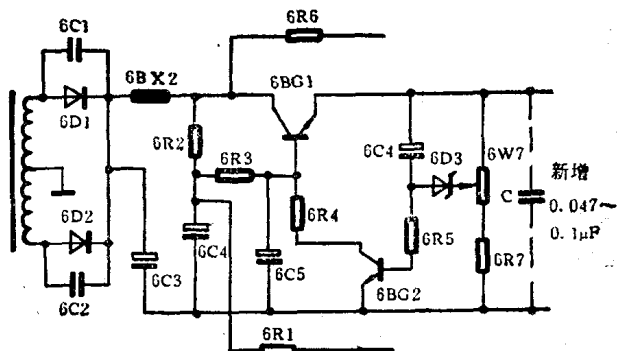

图 1-8
2. 检查稳压电源电路。对原机电源电路中各元件进行全面的检查，未发现有元件损坏或失效(相关电路见图1-8所示)。在查找故障的过程中，偶然想起：替换维修电源输出端接有一只0.1μF的高频滤波电容，而这台故障机电源输出端却未接有这种高频滤波电容，考虑故障是否是因电源电路高频滤波不良引起的呢？从这一思路出发，试用一只0.1μF/160V金属膜电容并在故障机的12V电路输出端与地之间(见图1-8中虚线所示)，结果，行不同步现象消失，故障排除。